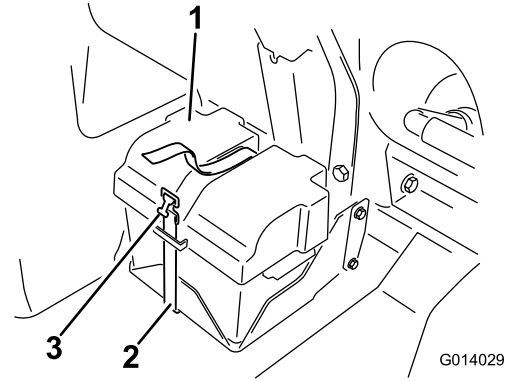

图 84
2. 拆下电池盖从电池电极上断开负极黑色接地线图 84。
4. 安装电池盖使用之前拆下的箍带将盖子箍紧图 84。